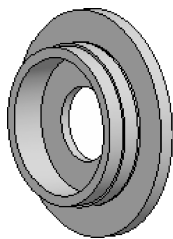
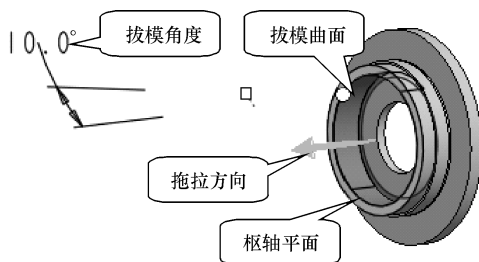

图 7-119 零件原型
图 7-120 设置拔模属性
- (1) 打开文件“zonghe.prt”，如图 7-119 所示。
- (2) 单击【工程特征】工具栏中的【拔模】按钮，弹出【拔模】操控板。
- (3) 在图形区选择如图 7-120 所示的拔模曲面、枢轴平面和拔模角度及方向，完成拔模。